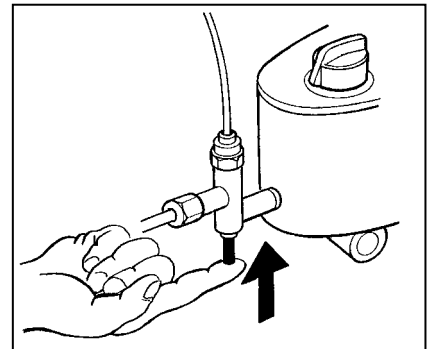

Bild 7
Am Ölregler ist mittels einem Ölstandstreifen angegeben wie hoch das Ölniveau im Regler sein soll. Der Öltank soll: (Bild 7)
12. Den Hebel der Flammensicherung wieder eindrücken (Bild 7)